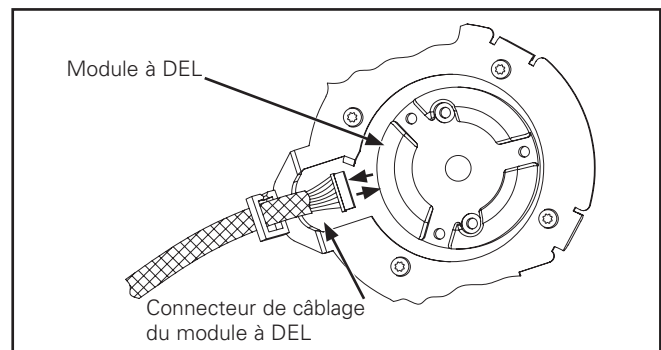

Figure 28.
4. Déconnectez le connecteur de câblage du module à DEL (Figure 28.).